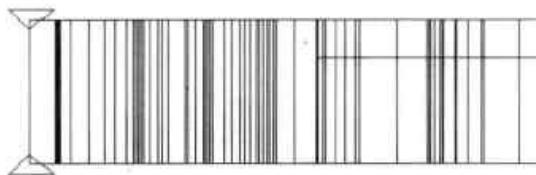

图12-61 镜像三角形
**Step24** 执行“镜像”命令，对绘制好的三角形进行镜像操作，其结果如图 12-61 所示。